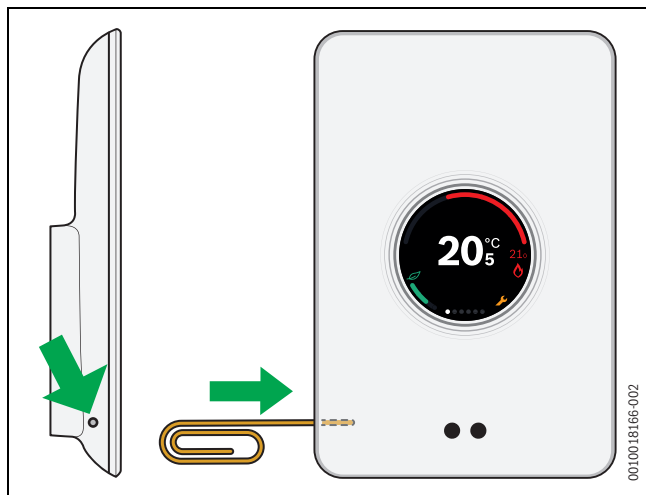

Fig. 20 Hard-reset
- ▶ Tryk på reset-knappen (→ fig. 20) i et par sekunder.